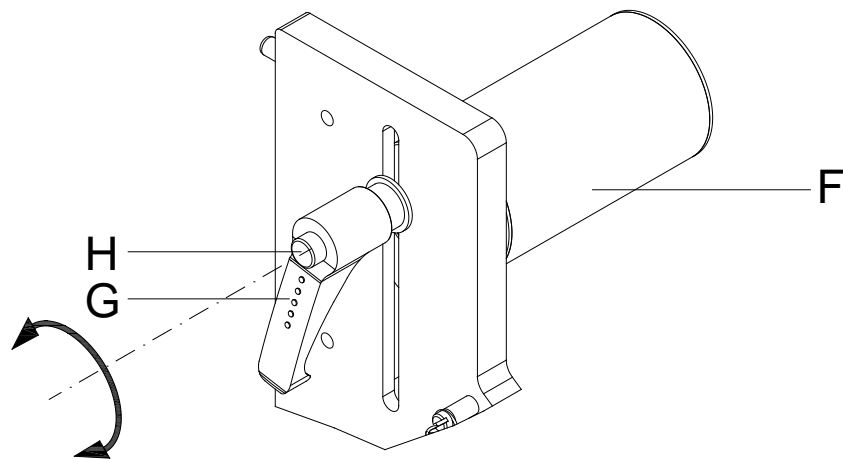

Figure 6
1. Après l'insertion correcte des étiquettes, activer l'impression de teste en appuyant sur la touche  ou démarrer un mesurage pour déterminer la position précise du début de l'étiquette. Confirmer l'impression de test jusqu'à ce qu'une étiquette se trouve sur le bord de distribution (C) du système de pose.
2. Ajuster la position de distribution de telle sorte qu'enlever correctement de l'étiquette du substrat (B) soit garanti.
3. Pivoter le levier de serrage (G, Figure 6) dans le sens inverse des aiguilles d'une montre pour desserrer et pousser lentement vers le bas.
4. En même temps, tendre le substrat (B) à nouveau par tourner l'enrouleur interne (A). Répéter ce processus jusqu'à ce que l'étiquette à distribuer se décolle du substrat (B) et dépasse le bord de distribution (C) environ 5 mm.